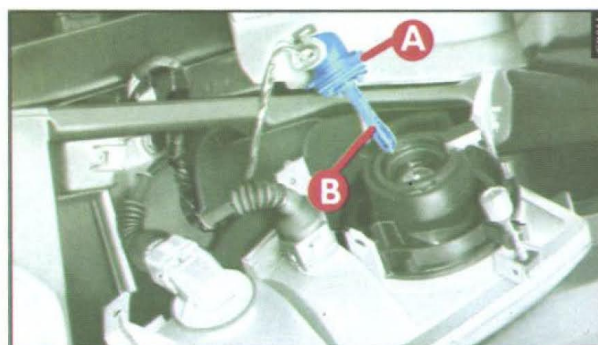

fig. 14
- 1) girar o porta-lâmpada **A**-fig. 14 de aproximadamente meia volta e retirá-lo;